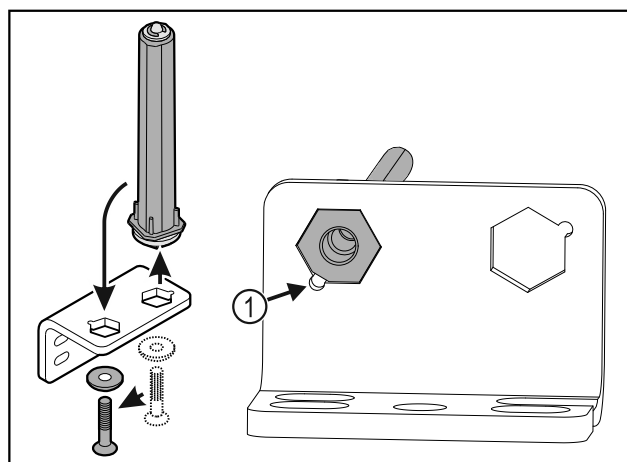

Fig. 39
- Se till att bultens fäsning Fig. 39 (1) är vänd mot det runda hålet vid isättningen.